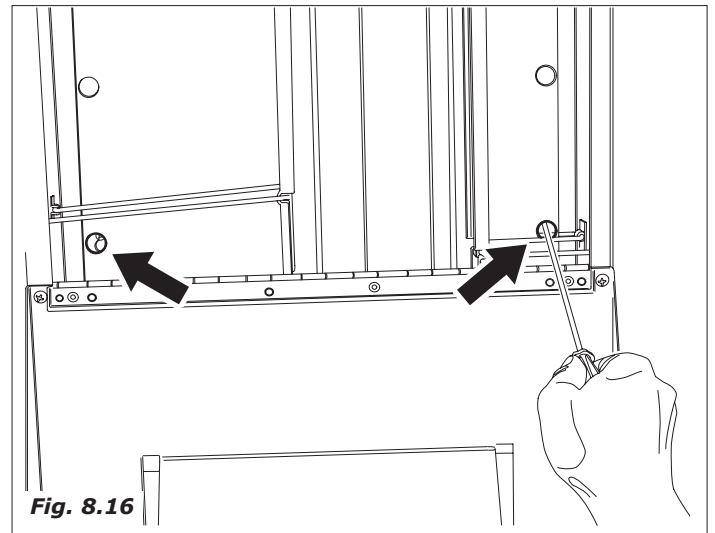

Fig. 8.16
- Localizar no porta-copos os dois furos laterais de acesso aos parafusos (Fig.8.16) e, com uma chave estrêla média, desapertá-los sem extraí-los